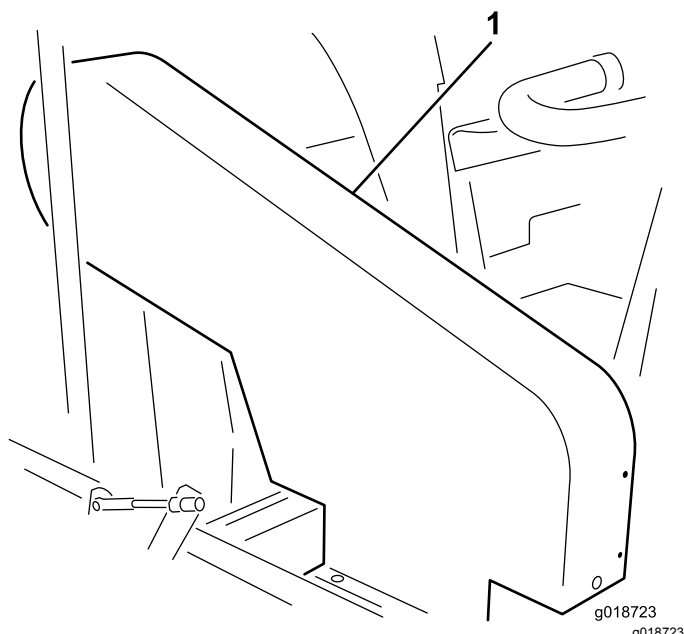

Bild 19
Hinweis: Zum Prüfen der Riemenspannung müssen Sie nicht die obere Riemenschutzvorrichtung abnehmen (Bild 19). Wenn Sie die Riemenschutzvorrichtung entfernen, nehmen Sie die vier Schrauben, Scheiben und Muttern ab, mit denen die Schutzvorrichtung am Rahmen befestigt ist. Setzen Sie die Maschine nicht mit abgenommenen Schutzvorrichtungen ein.
Prüfen Sie die Spannung. Bringen Sie hierfür eine Kraft von 18-22 N auf den Riemen in der Mitte des Gebläserads und der Riemenscheiben der Kupplung auf. Der Riemen sollte sich 1,3 cm durchbiegen. Wenn der Durchbiegungswert falsch ist, siehe Einstellen des Treibriemens des Gebläserads \(Seite 27\). Wenn der Durchbiegungswert richtig ist, setzen Sie den normalen Einsatz fort (Bild 19).
Prüfen Sie die Spannung. Bringen Sie hierfür eine Kraft von 18-22 N auf den Riemen in der Mitte der Zwischenwelle und der Riemenscheiben der Kupplung auf. Der Riemen sollte sich 6 mm durchbiegen. Wenn der Durchbiegungswert falsch ist, siehe Einstellen des Zwischenwellenriemens \(Seite 27\). Wenn der Durchbiegungswert richtig ist, setzen Sie den normalen Einsatz fort (Bild 19).
1. Entfernen Sie die vier Schrauben, Scheiben und Muttern, mit denen die obere Haube am Rahmen befestigt ist (Bild 19).